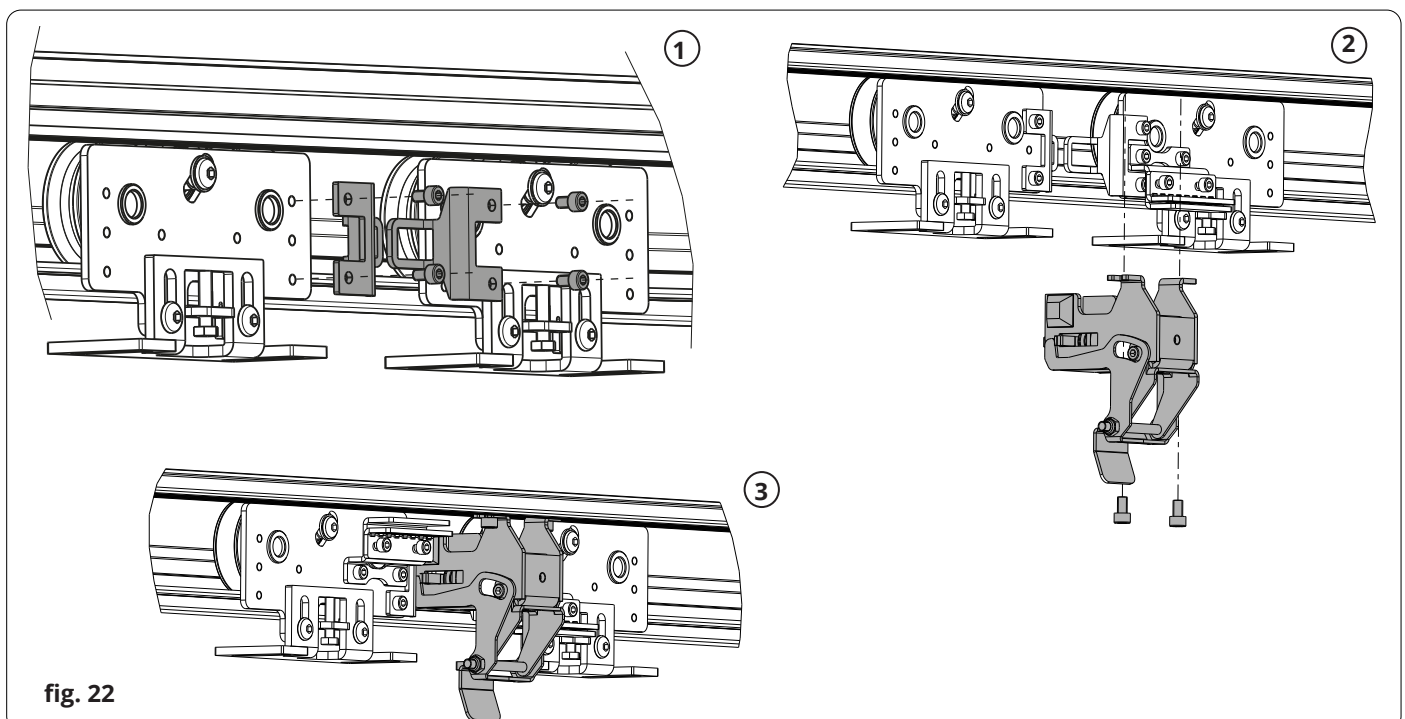

fig. 22
12.1_ Instalação do dispositivo de bloqueio eléctrico com desbloqueio manual de emergência por alavanca central (fig.22):